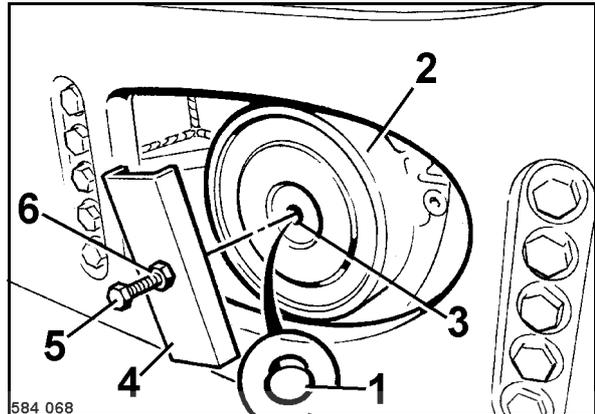

fig. 65
- Dévisser le bouchon fileté 1 (fig. 65) pour desserrer le frein du moteur de bandage *.
- Placer le fer en U (5) sur le carter de frein (2) et visser la vis (4) jusqu'à butée dans le taraudage (3).
- Visser l'écrou (6) et serrer d'env. un tour. Le bandage doit tourner librement.